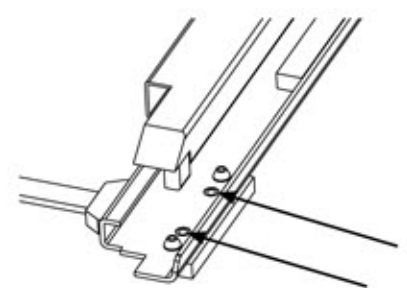

Fig 2
- 3) Assemble the slide assembly to the floor of cabinet using the (8) #6 x 1" Phillips Flat Head Screw (Screw Pack 308 - F1606-22-1). Note that the screws use the inner set of holes on the plastic feet. (See Fig 2)
Faire attention que les vis doit être fixer sur les trous interne des pattes en plastique. (Voir Fig. 2)